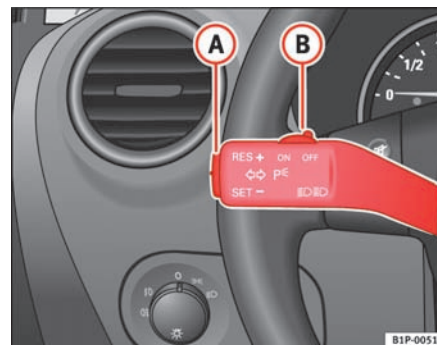

Fig. 124 Blink- og fjernlysarm: kontakt og vippeknop til fartpilot
- Tryk et kort øjeblik på den nederste del **SET** af vippeknappen ⇒ fig. 124 **(A)**, når den hastighed, der skal gemmes, er nået.